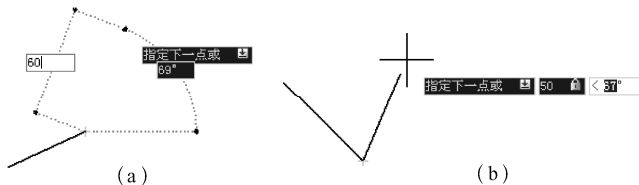

图 1-22 动态输入
**DYN**开关——动态输入开关。启用时，可以在光标附近的输入文本框中输入数据。如图 1-22 所示。(a) 图为输入距离；(b) 图为输入距离和“<”或者输入距离后再按【Tab】键显示一个锁定图标，需要输入角度。如果输入值然后按【Enter】键，则后面的输入要求将被忽略，且该值将被视为直接距离。